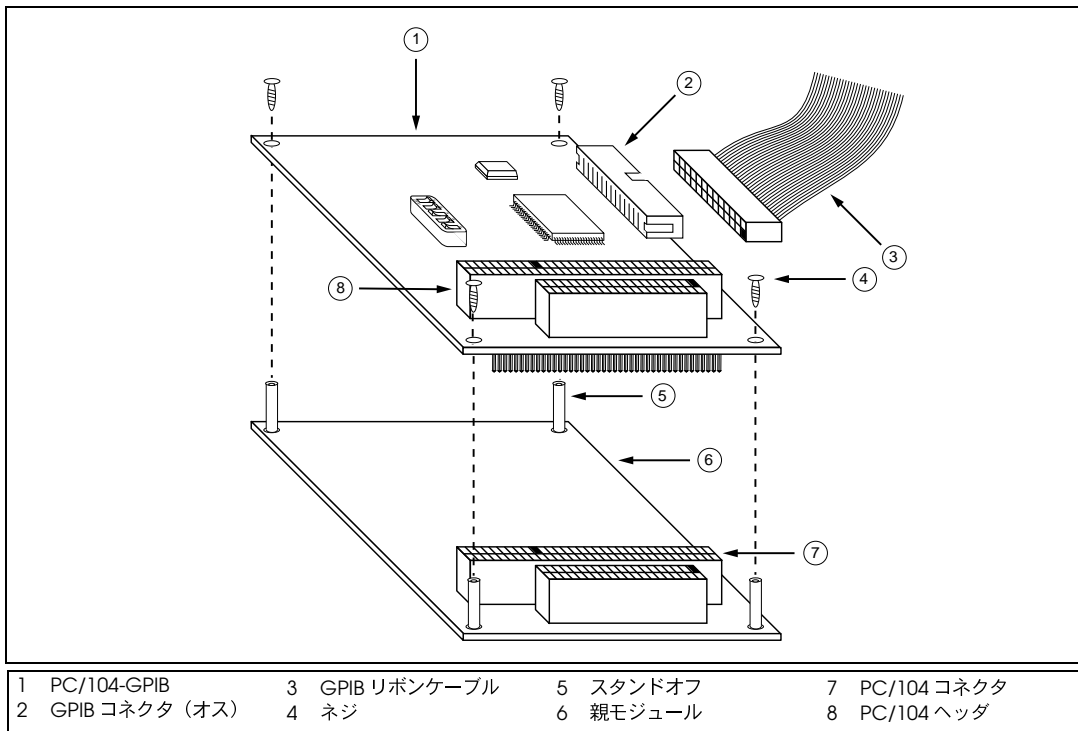

図 10. PC/104-GPIB のインストール方法
4. 付属の 4-40 型ネジを使用して PC/104-GPIB をスタンドオフに固定します。ボードのインストール方法は、図 10 を参照してください。